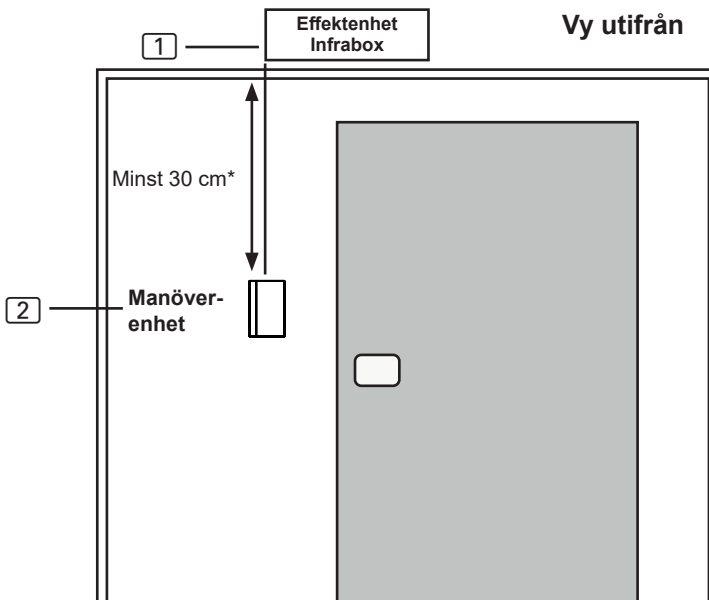

Bild 2: Position manöverenhet
Montera IR-styrenhetens manöverenhet **2** på kabinens yttervägg med ett avstånd på max. 10 meter till effektenheten **1** (se bild 2). Använd t.ex. en konventionell sticksåg för att såga upp urtaget till manöverenheten. Manöverenheten kan monteras både i kabinen och utanför kabinen.
* Vid montering inuti en IR-kabin måste avståndet till kabinens tak vara minst 30 cm (se Bild 2: Position manöverenhet på sidan 11).